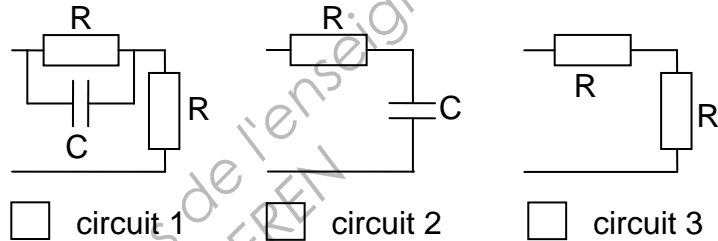

FIGURE 9
A.1.3.2.2 Déterminer, en cochant la bonne réponse, le circuit, parmi ceux de la figure 9, qui réalise la fonction demandée.